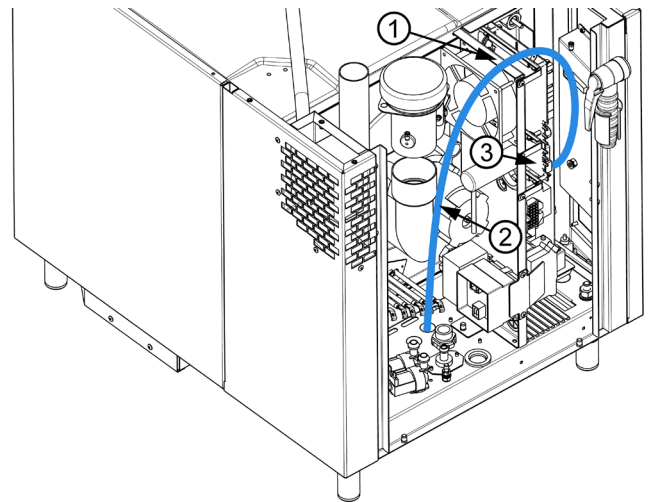

Рисунок 16: Расположение UTP кабеля внутри устройства 623
Проведите UTP кабель (2) над верхним краем электрической платы (1) и вниз к панели реле (3) (рис. 16).